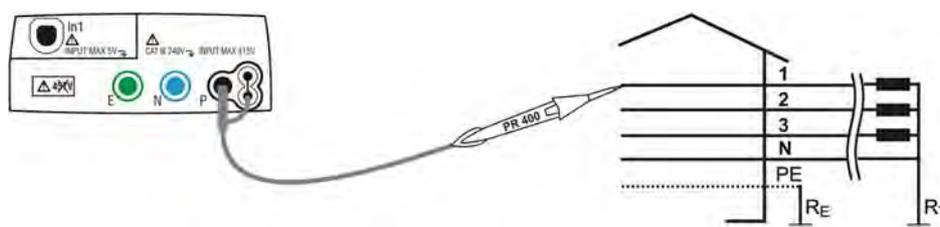
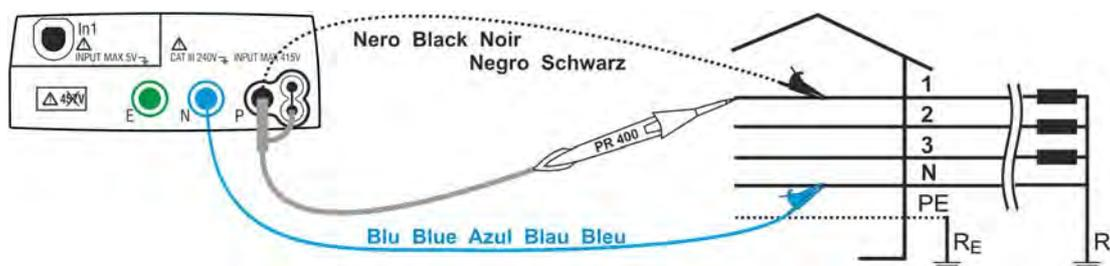

Fig. 24 : Vérification du sens cyclique (séquence) des phases à une borne, connexion phase 1
Fig. 25 : Vérification du sens cyclique (séquence) des phases à deux bornes, connexion phase 1
- Introduire les connecteurs bleu et noir des câbles simples dans les entrées correspondantes de l'instrument N, P. Insérer les crocodiles correspondants ou les embouts dans l'extrémité des câbles restée dégagée. Le cas échéant, utiliser l'embout à distance en introduisant son connecteur multipolaire dans l'entrée P. Connecter les crocodiles, les embouts ou l'embout à distance au réseau électrique comme d'après les Fig. 24 et Fig. 25.